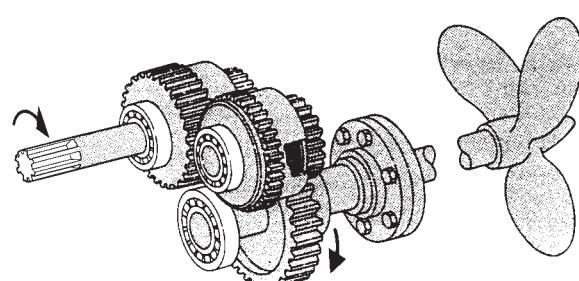

Fig. 2
- **Retromarcia:** la frizione di retromarcia viene inserita dal distributore quando posizionato in «RM». In questa situazione la campana dell'albero di retromarcia, che è sempre ingranata con l'albero di entrata, trasmette il moto all'albero di uscita facendolo ruotare nel verso uguale a quello d'entrata. La trasmissione avviene con rapporto indicato sulla targhetta d'identificazione (Fig. 2).
Thus the reverse clutch pack assembly meshing with the input shaft transmits the motion to the output shaft with a sense of rotation equal to that of the input shaft. The reverse transmission ratio is reported on the gearbox identification plate (Fig. 2).